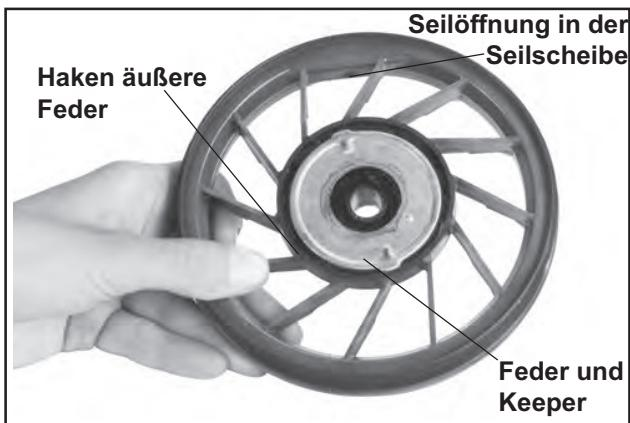

Abbildung 7-7. Position der Feder und des Keepers in der Seilscheibe.
8. Die Position der Feder und der Keeper-Gruppe in der Seilscheibe notieren. Siehe Abbildung 7-7.
1. Sicherstellen, dass die Feder ausreichend mit Fett geschmiert ist. Die Feder und die Keeper-Gruppe gemeinsam in der Seilscheibe positionieren (die Feder weist dabei zur Seilscheibe). Siehe Abbildung 7-7.